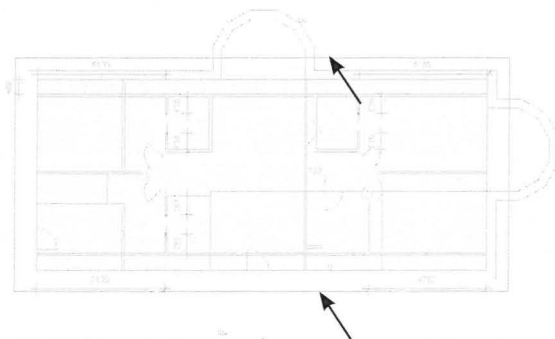

Fig. 09.14. Lav hældningen på disse to linier om til 45 grader.
- Marker linierne samlet eller enkeltvis og indtast 45 grader (Fig. 09.14).